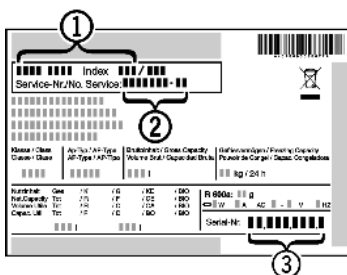

Fig. 10
► Označení přístroje Fig. 10 (1), servisní číslo Fig. 10 (2) a sériové číslo Fig. 10 (3) naleznete na typovém štítku. Identifikační typový štítek je umístěn na levé vnitřní stěně přístroje.
► Informujte zákaznický servis a sdělte poruchu, označení přístroje Fig. 10 (1), servisní číslo Fig. 10 (2) a sériové číslo Fig. 10 (3).